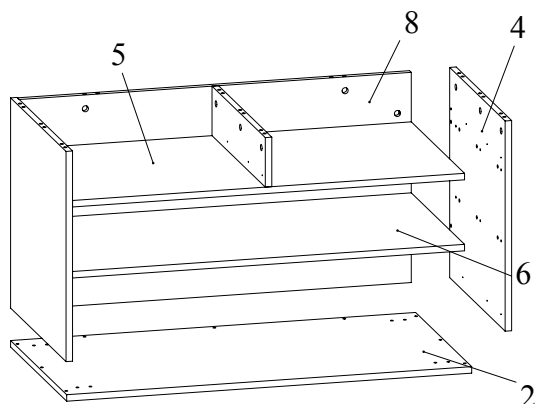

Рис.6
- Установить боковину 4 на полки 5, 6 и заднюю стенку 8 и зафиксировать, повернув конфирматным ключом головки минификсов по часовой стрелке до упора (Рис. 6).
- Соединить при помощи конфирматов 7x50 дно 2 с боковинами 3, 4 и задней стенкой 8 (Рис. 6).